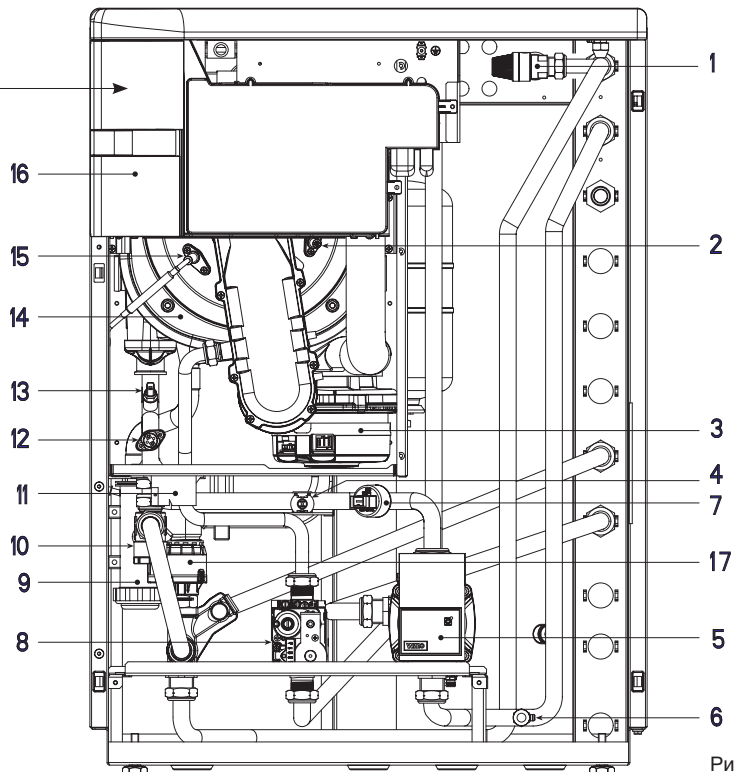

Рис. 3
1.5.2 Atlantis HM 30/50 ErP (Рис. 3)